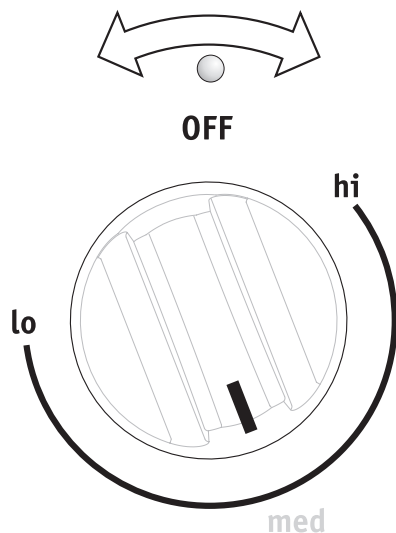

Fig. 1 (avec réglage approximatif illustré pour la température moyenne)
1. Appuyez sur le bouton de commande de la zone de maintien au chaud vers la gauche ou la droite (fig. 1). Les températures sont approximatives et sont identifiées par **HI (Élevé)** et **LO (Bas)**. Cependant, la commande peut être réglée à n'importe quelle position entre **HI (élevé)** et **LO (Bas)** pour obtenir différents niveaux de chauffage.